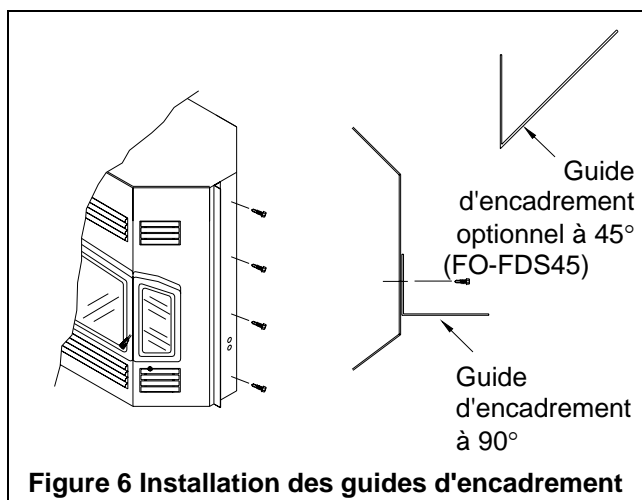

Figure 6 Installation des guides d'encadrement
3. Fixez les guides d'encadrement sur les côtés du DELTA2 en utilisant les vis enlevées à l'étape 2 (voir Figure 6).